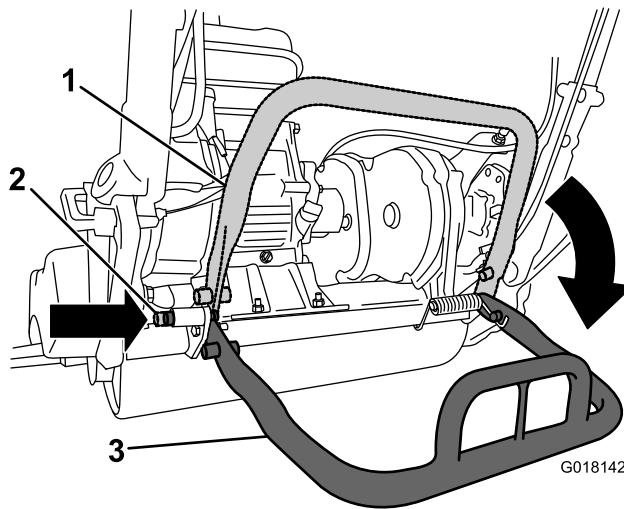

Figura 23
- Para evitar que la máquina vuelque hacia atrás mientras desmonta el molinete, baje el caballete y empuje hacia dentro el pasador de bloqueo para bloquearlo en la posición de MANTENIMIENTO (Figura 23).